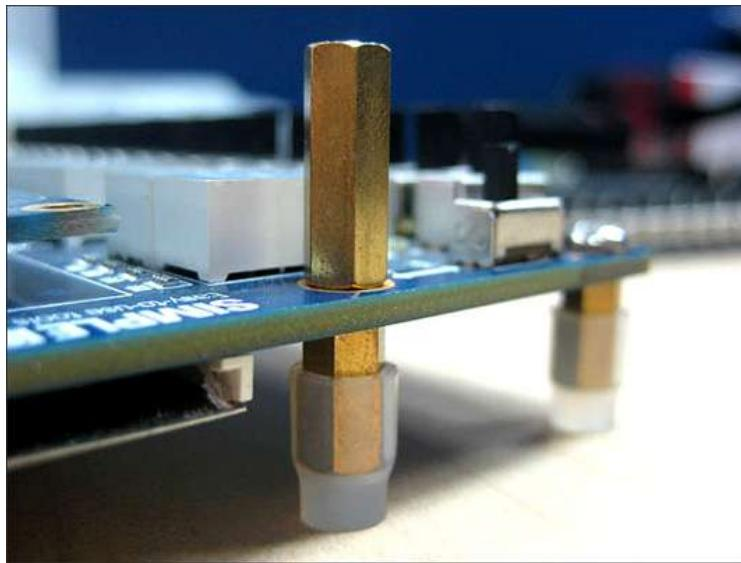

图 1-2 DE2-115 开发板的基脚
- 如图 1-2 所示, 给板子上的 6 个铜脚各套上一个橡皮脚